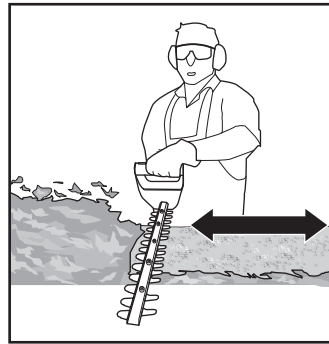

Fig. 8
8. Corte en varias etapas para obtener un mejor resultado, en lugar de intentar cortar en una sola pasada, si la zona de corte es especialmente larga (Fig. 8); los recortes pequeños facilitarán el compostaje.